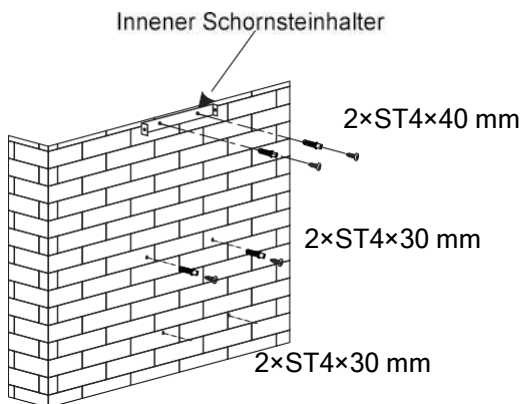

Bild 2
- När du har bestämt installationshöjden för köksfläkten, borra sex ϕ 8-hål och sätt i pluggar för huvan, det inre skorstensfästet och säkerhetshålet i enlighet med huvens storlek. Montera sedan två ST4×30 mm fästskruvar för att hänga upp enheten. Skorstensfästet för inomhusbruk fästs på väggen med två ST4×40 mm skruvar. Fästpositionen för det invändiga skorstensfästet är skorstenens högsta position. Se bild 2.